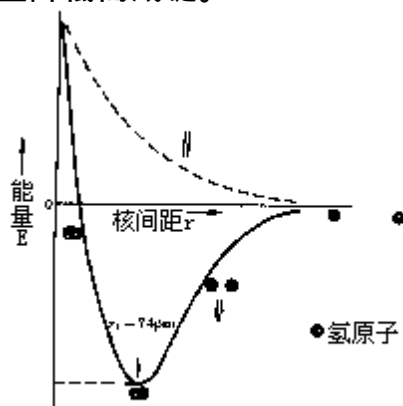

图3-2 氢分子形成过程的能量曲线
随着物理学量子力学的发展，1927 年 Heitler 和 London 用量子力学来处理 H 原子形成  $H_2$  分子的过程，他们得到了  $H_2$  分子能量 (E) 与两个 H 原子核间距 (r) 的关系曲线，如图 3-2 所示。若原子 A 和原子 B 的两个电子自旋方向相反，则是图中下面的曲线。当 A 和 B 相接近时（即 r 值减小时）， $H_2$  分子体系能量降低，这是因为 A 原子的核外电子不仅受到 A 原子核的吸引力，也受到了 B 原子核的吸引，同理 B 的电子既受 B 原子核的吸引，也受 A 原子核的吸引，也可以说是两个原子轨道发生了重叠，两核之间的电子云密度增大，体系能量降低。当  $r=74\text{pm}$  时，能量为最低值，r 更小时，则因两核之间库仑斥力增大，能量反而升高。即两核间距离为  $74\text{pm}$  时，形成了稳定的  $H_2$  分子，这和实验测定值相符。若 A 和 B 的电子自旋方向平行，E - r 曲线就不同了，如图 3-2 上部曲线所示。核间距 r 越小，能量越高，表示两个自旋